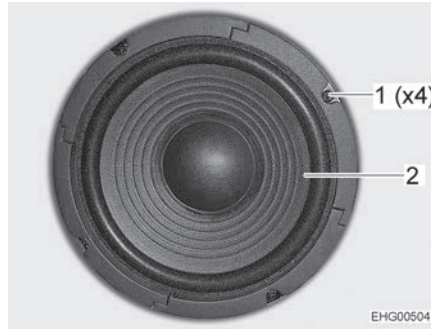

Fig. 114 Cache en plastique sur les modèles A, T et V
- Sur le montant B (Fig. 114,1), dévisser 2 vis (Fig. 114,2) et retirer avec précaution le cache en plastique (Fig. 114,3).